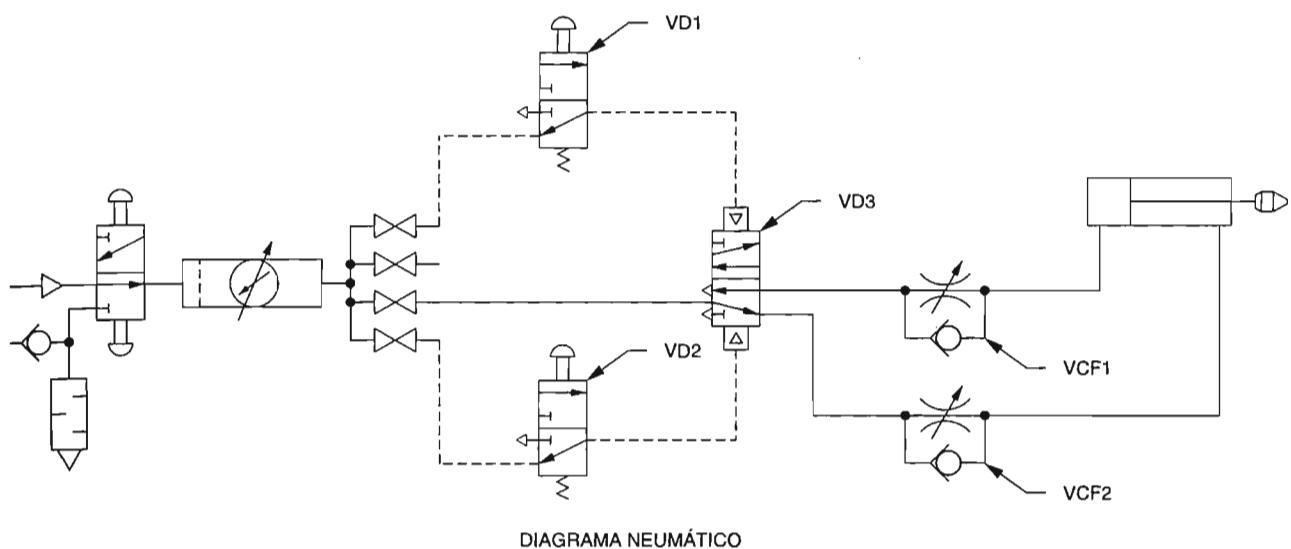

Figura 3-4. Diagrama esquemático de un circuito de memoria.
- ☐ 1. Conecte el circuito mostrado en la figura 3-4. Atornille una punta al vástago del cilindro.